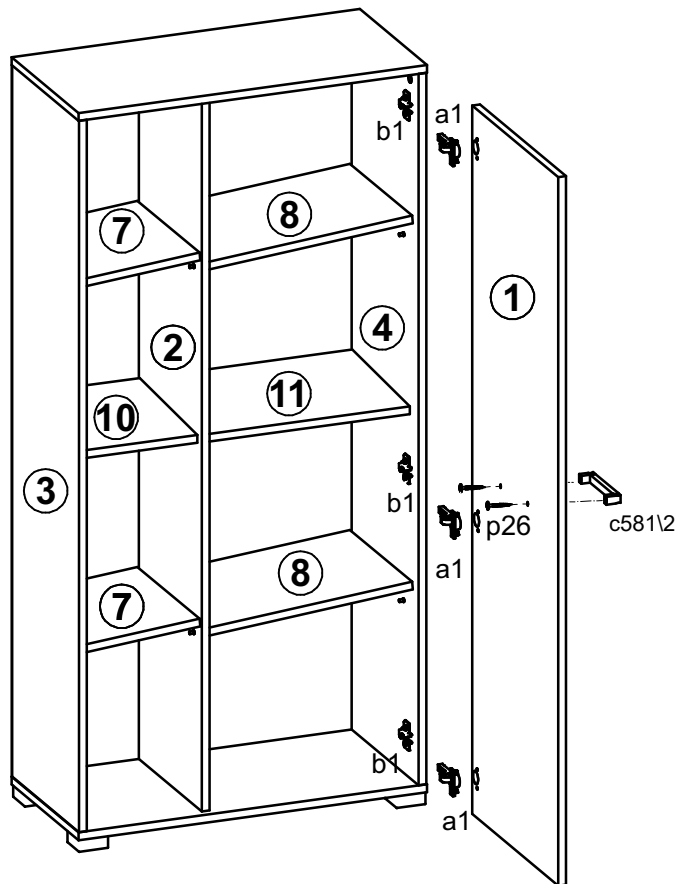

Рисунок 7
11. Положить дверь **1** фасадной поверхностью вниз на ровную поверхность и закрепить на ней петли шарнирные **a1**, навесить дверь **1** на корпус шкафа, совместив петли шарнирные **a1** с ответными планками петель **b1**. При необходимости отрегулировать положение дверей вращая регулировочные винты (см.рис. 7).
12. На внутренней поверхности двери **1** в отверстия **Ø5 мм** вставить шурупы **p26**. Снаружи с овместить отверстия ручки **c58112** резьбой шурупов и завернуть шурупы **p26**, удерживая ручку (см. рис. 7).
13. Установить полки переставные **7,8** на полкодержатели **d1** (см. рис. 7).